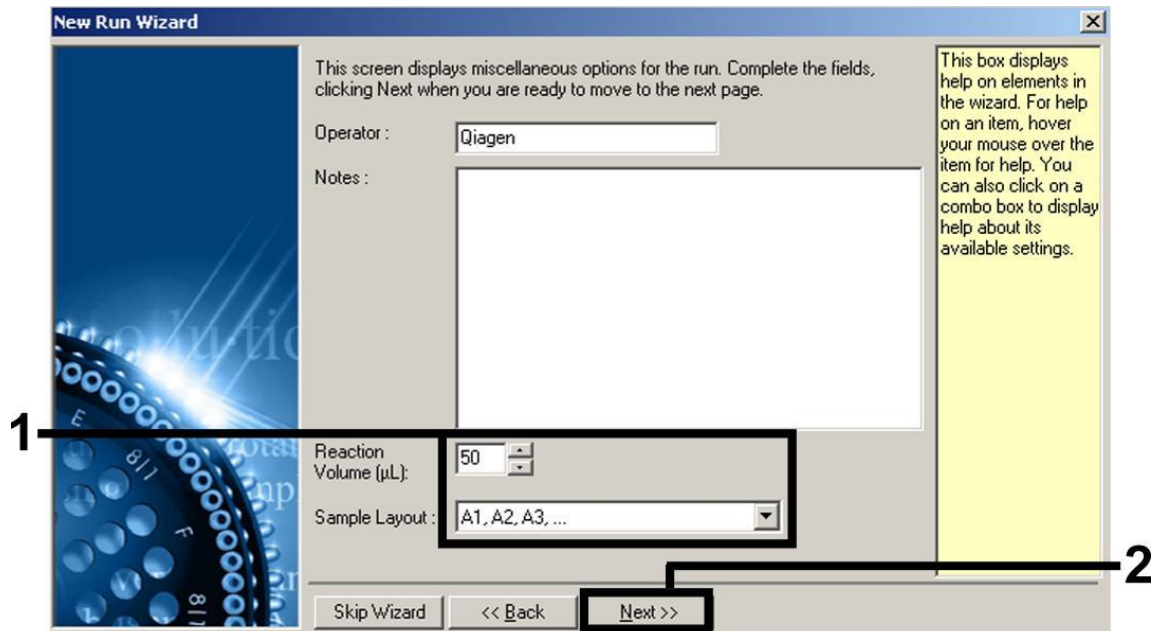

Abbildung 6. Einstellen allgemeiner Assay-Parameter.
7. Wählen Sie als Volumen der PCR-Reaktion „50“ und klicken Sie auf „Next“ (Abb. 6).